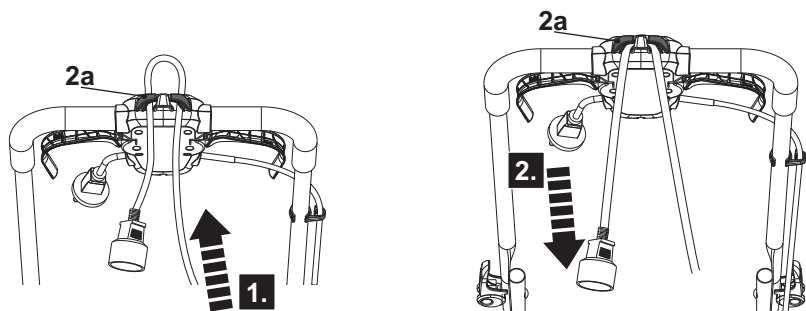

Fig. 8
1. Duplicar a extensão do cabo para trás, a cerca de 30 cm da extremidade e conduzir o laço através das ranhuras do fixador do fio (2a) (Fig. 8, passo 1).
2. Puxá-lo sobre o gancho de fixação do fio (2a) e puxá-lo suavemente para garantir a sua firmeza (Fig. 8, passo 2).